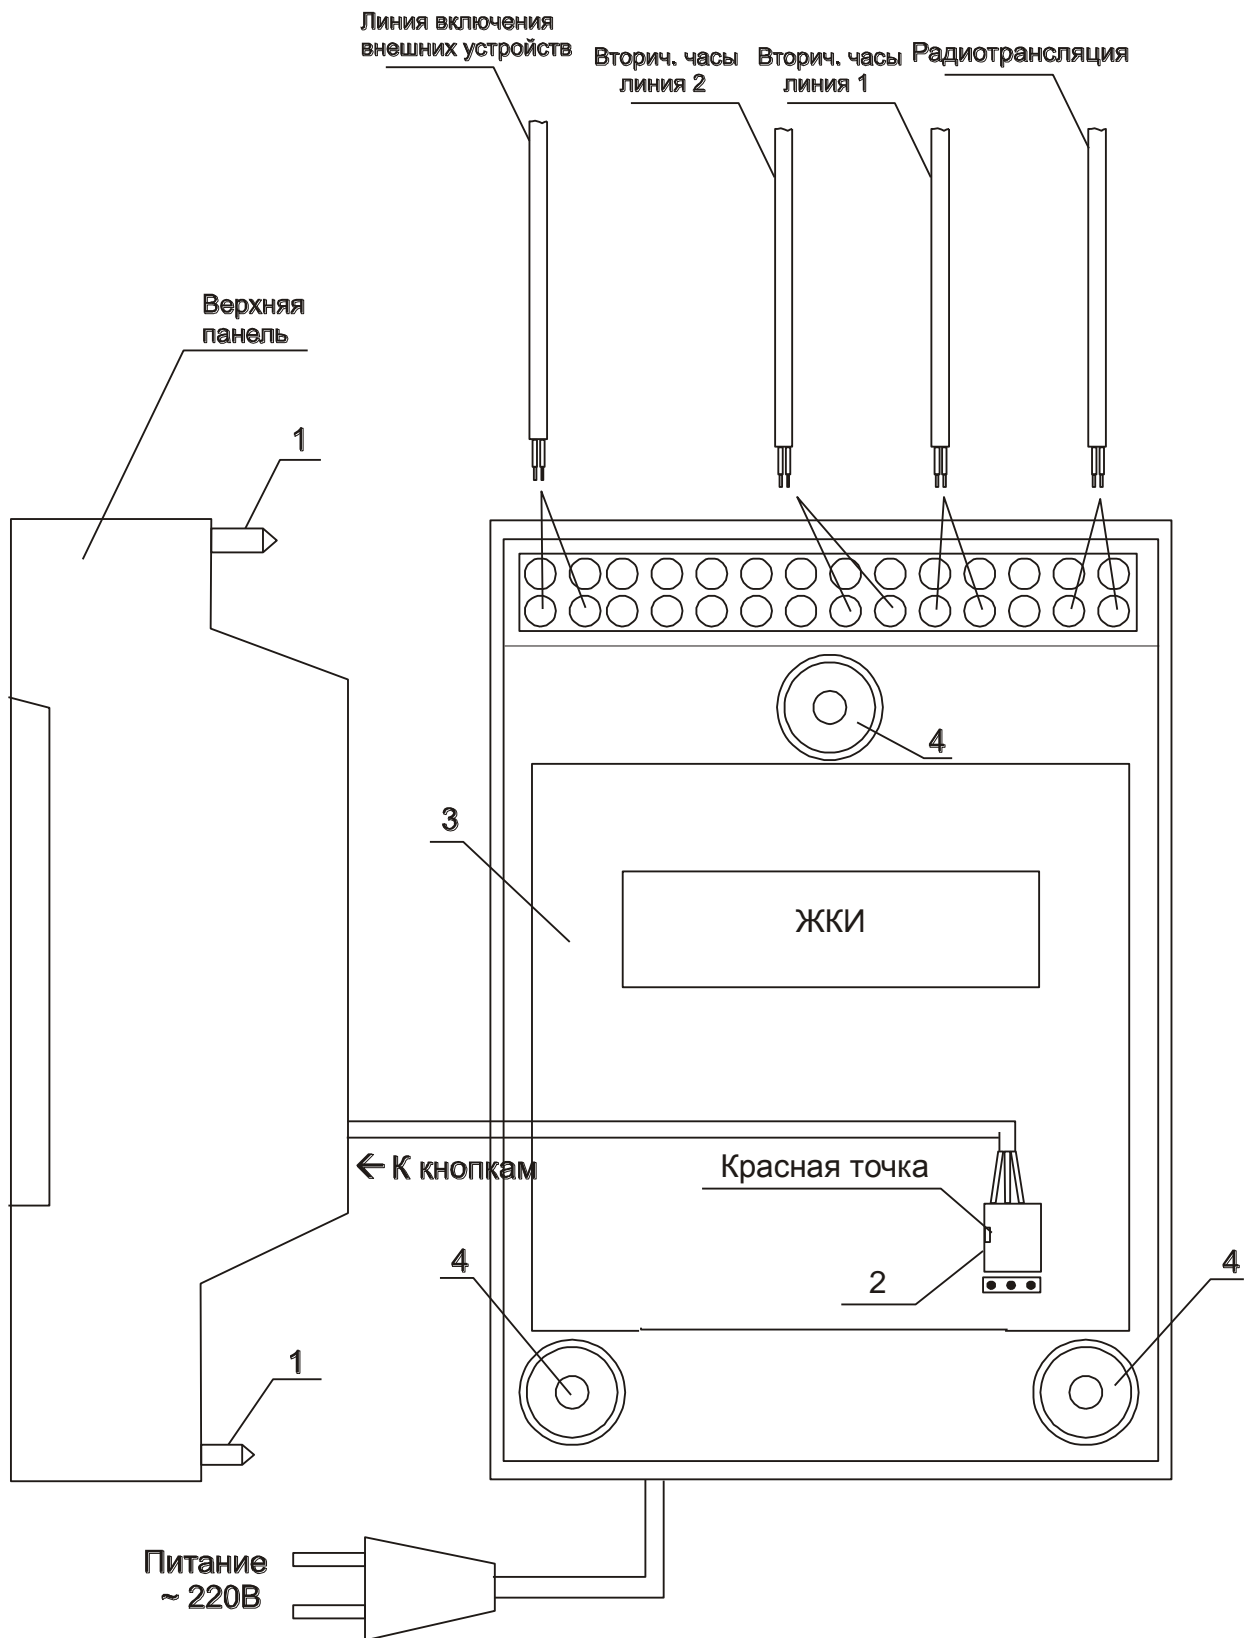
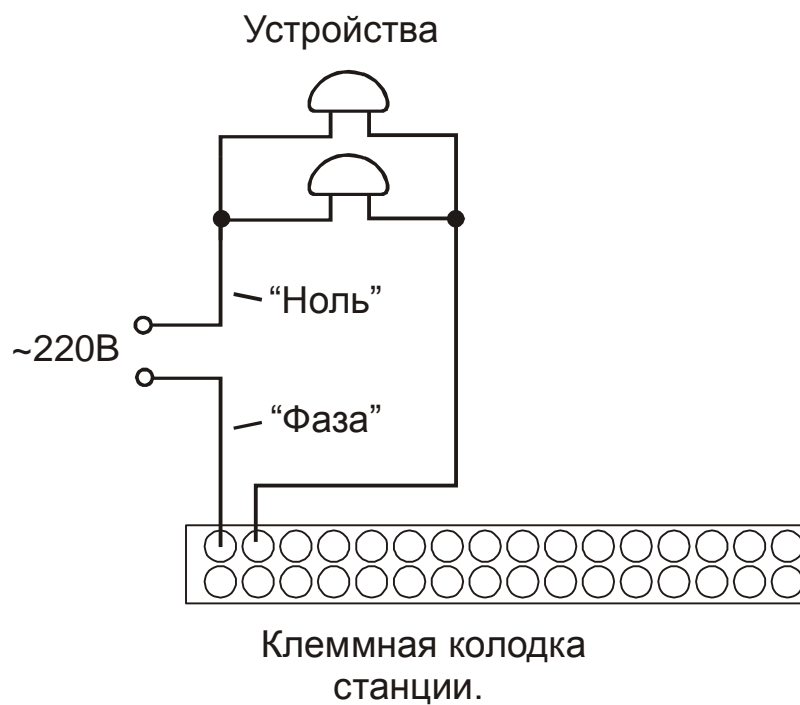

Рис. 1.
Рис. 2.
4.1. Выверните четыре винта «1», расположенных на верхней панели ЧС (см. Рис.1). Осторожно снимите верхнюю панель и отсоедините разъем «2», соединяющий кнопки с печатной платой «3».
4.4. Подсоедините все кабели в соответствии с рис.1 и со схемой рис.2.